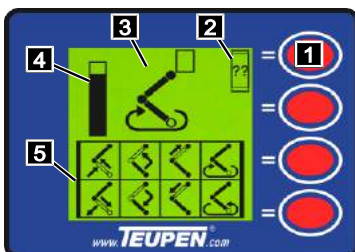

Fig. 77
En mode Fonctions de la plateforme, les 8 pictogrammes (Fig.77/5) ci-dessous indiquent les mouvements possibles actuellement, et qui peuvent être pilotés par les leviers de commande. Lorsqu'une butée d'une fonction de la plateforme est atteinte, un grand pictogramme (Fig.77/3) est affiché pour le déplacement limité. En plus, un bargraphe (Fig.77/4) signale la distance restante jusqu'à la butée.
Si un mouvement interdit est sélectionné, un signal d'indication apparaît (Fig.77/2).
1. Appeler l'indication correspondante avec la [touche de fonction] (Fig.77/1).